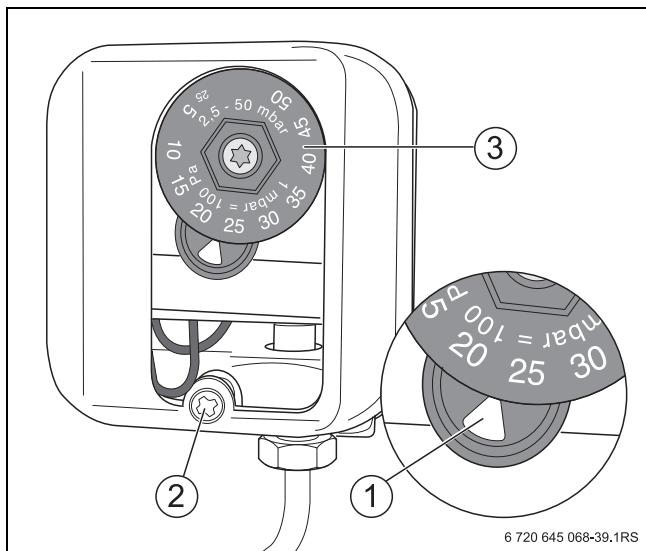

Рис. 64 Реле контроля давления газа
- Отверните винты крышки (→ рис. 64,[2]) и откройте крышку реле контроля давления газа.